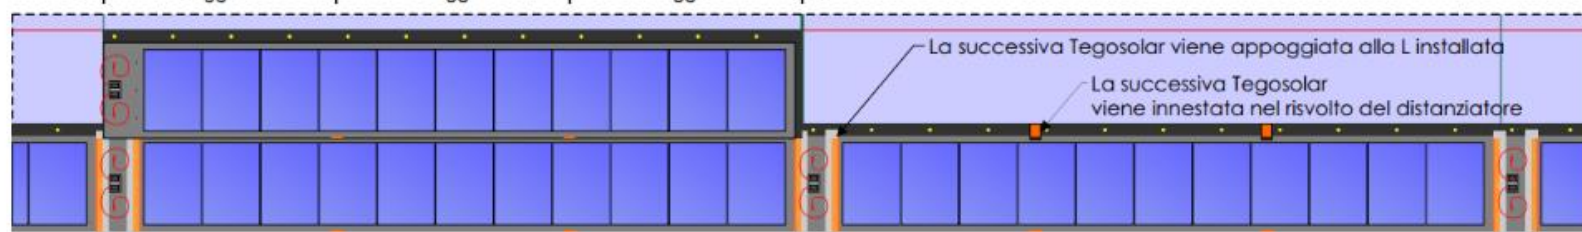

Fig.21
- Posizionare la nuova Tegosolar come in figura avendo cura di farla entrare nei distanziatori che fungeranno anche da fermi. Questa inoltre appoggerà sui profili a L precedentemente installati (fig. 21)